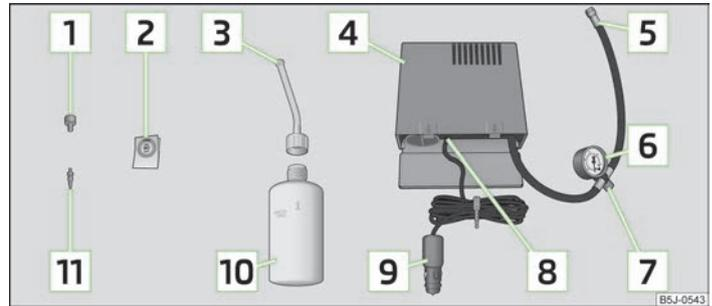

Abb. 137 Bestandteile des Pannensets
- Den Aufkleber **[2]** » Abb. 137 auf Seite 166 auf die Schalttafel im Sichtfeld des Fahrers kleben.
- Die Reifenfüllflasche **[10]** » Abb. 137 auf Seite 166 einige Male kräftig hin und her schütteln.
- Den Reifenfüllschlauch **[5]** » Abb. 137 auf Seite 166 des Luftkompressors fest auf das Reifenventil schrauben.